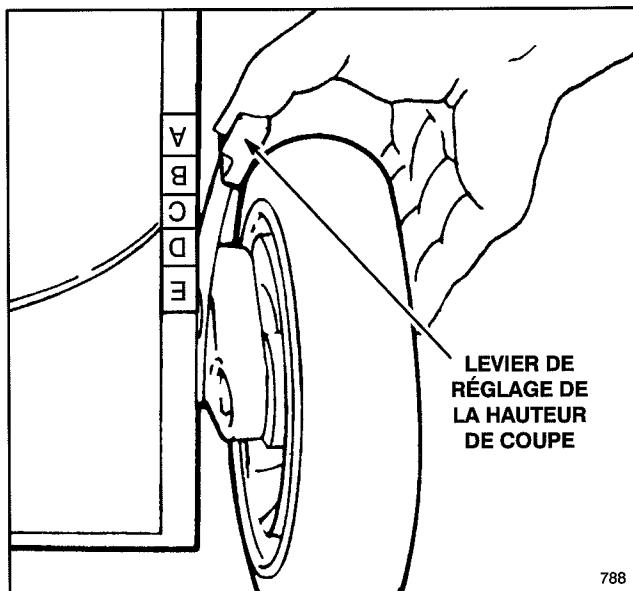

Figure 9
3. Tirez le levier d hauteur de coupe contre la roue et amenez-le sur la couleur/lettre désirée sur le carter de la tondeuse (Fig. 9). Pour faciliter le réglage, soulevez la roue du sol. **Ne placez pas les doigts sous le carter de la tondeuse pour la soulever.** Vérifiez que l'ergot du levier soit bien engagé dans l'encoche du carter. Réglez toutes les roues à la même hauteur de coupe.